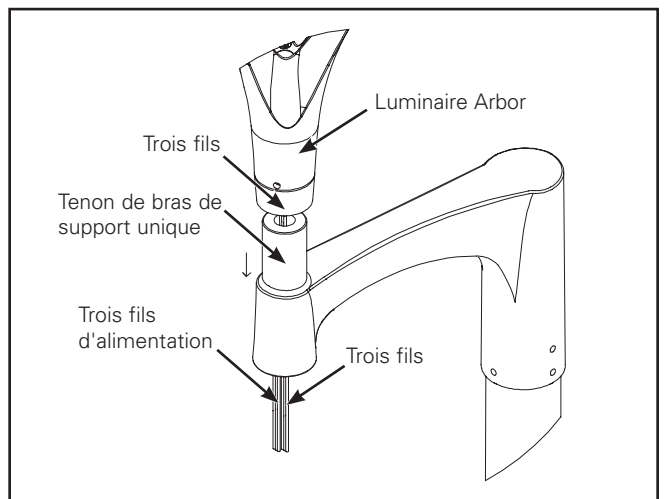

Figure 7.
- Tirez sur trois fils du luminaire et insérez-les dans le tenon du bras en les faisant passer par le trou du capuchon. (Figure 7.)